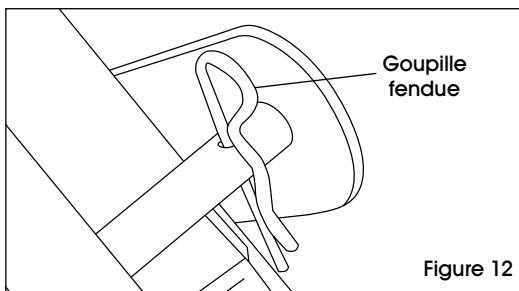

Figure 12
16. Fixez la barre de verrouillage avec une goupille fendue ou un cadenas compatible. (Voir Figures 12 et 13)